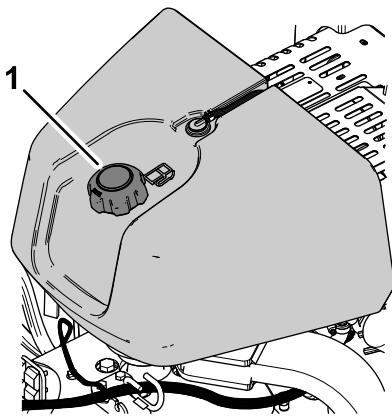

図 30
- 燃料キャップの周囲をきれいに拭いてキャップを外す図30。